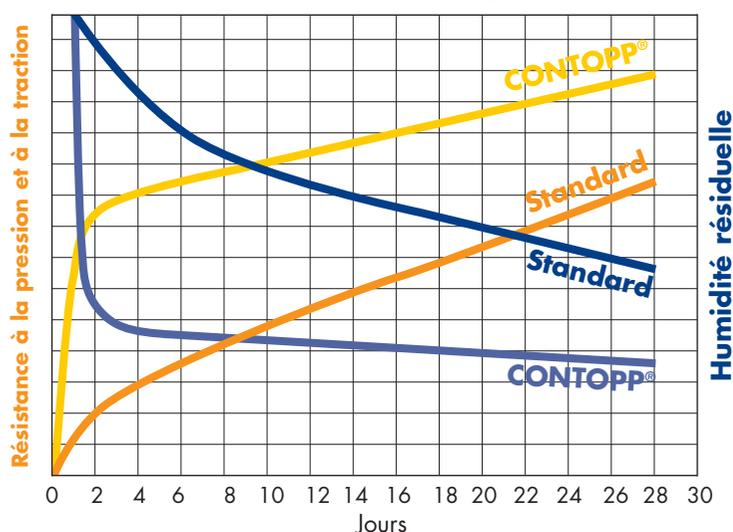

Figure 1
- La combinaison de produits issus de la gamme CONTOPP® permet d'améliorer certaines propriétés telles que processus de séchage, résistance et mise en œuvre (voir figure 1).
- Ainsi, une chape confectionnée avec les produits CONTOPP® présentera de meilleures caractéristiques techniques (évolution de la résistance et économie d'eau) qu'une chape confectionnée à base d'un mélange standard, même lors de l'utilisation de CEM II et d'agrégats problématiques (voir figure 1).